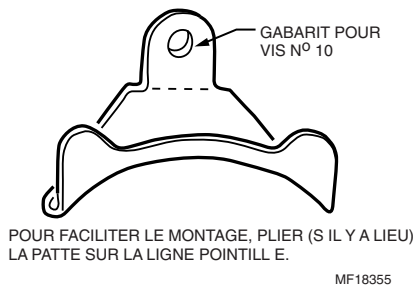

Fig. 9. Étrier de tube capillaire 314439
2. Utiliser les étriers de tube capillaire 314439 (à commander séparément) pour installer un capteur de températures moyennes. Voir la Fig. 9.